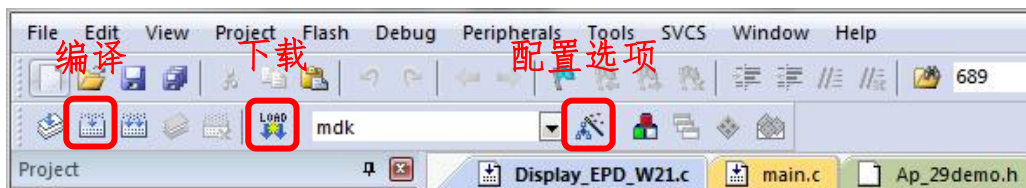
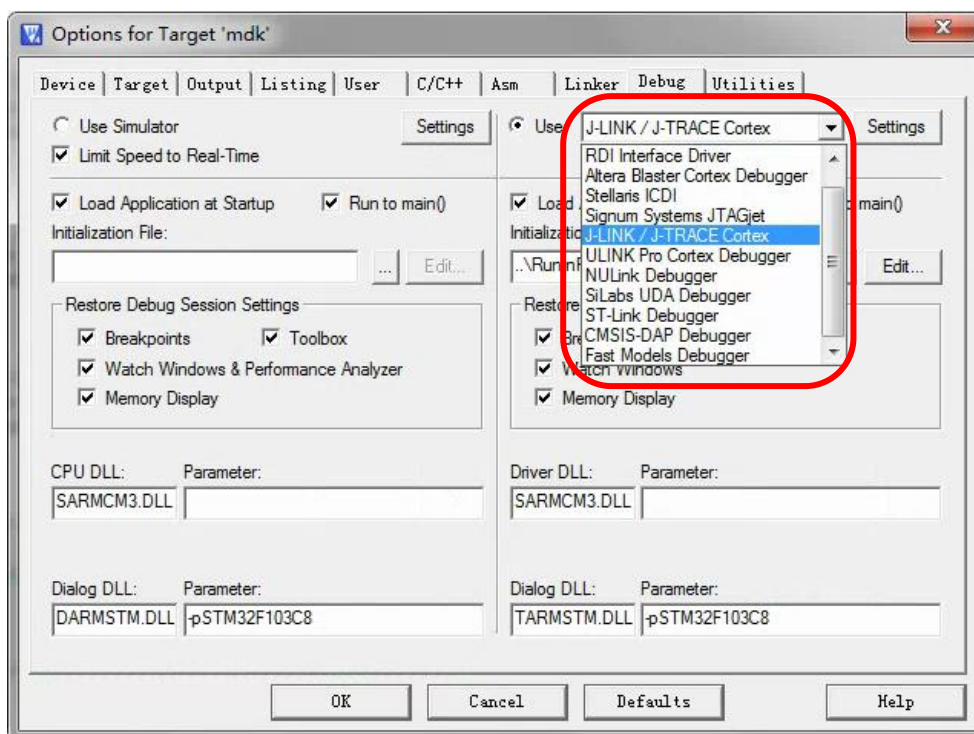
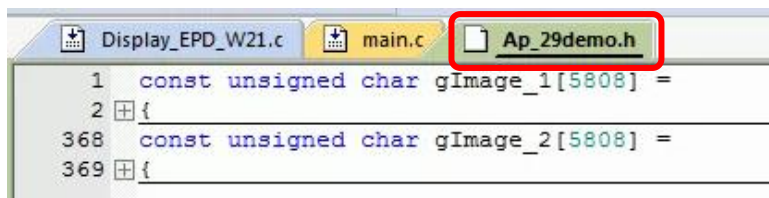

图 13 Keil4 工具栏
图 14 选择仿真器型号
图 15 更换图片数据
3) Keil4 工具栏如图 13 所示，首次使用仿真器需要点击 ，弹出图 14 对话框，在 Debug 栏选择仿真器型号，点击 OK 确定。
4) 点击图 15 中的 Ap_29demo.h，可在其中更换需要显示的图片数据（图片数据需要通过取模软件 zimo221 对图片取模来获取）。
5) 点击图 13 工具栏中的  对程序进行编译。
6) 点击图 13 工具栏中的  对程序进行下载。
- 9) 更换图片时，需要使用 Keil4 修改图片数据（如图 15），修改完成后进行编译（如图 13）即可生成新的 mdk. hex 文件，重新选择该文件即可进行下载。